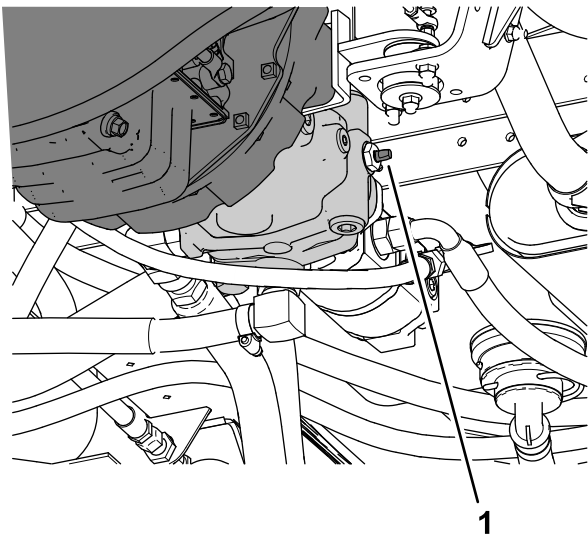

Figure 48
3. Tournez la vanne de remorquage (Figure 48) de 90° dans un sens ou dans l'autre pour l'ouvrir.